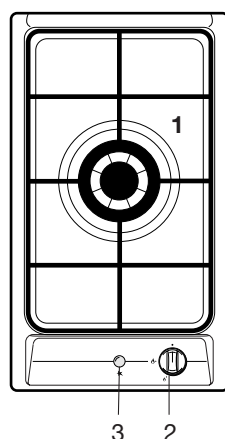

Fig. 1.2
**"1 GAS triple ring burner" COOKING HOB** (Fig. 1.2)